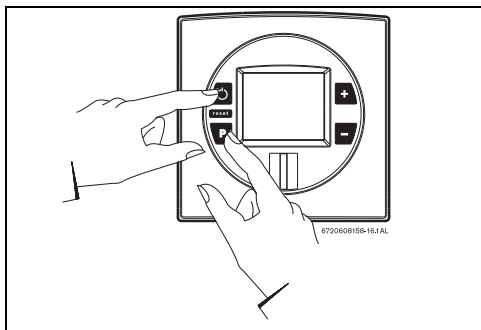

Рис. 49 Режим настройки подачи газа
- ▶ Нажмите и удерживайте кнопку программирования и нажмите кнопку «Вкл./выкл.» для включения прибора (Рис. 49).